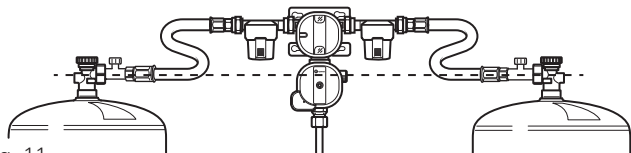

Fig. 11
- ▶ Lors du changement de bouteille, s'assurer que les lyres haute pression du raccord d'entrée du détendeur présentent toujours une pente constante vers les bouteilles de gaz (Fig. 11).